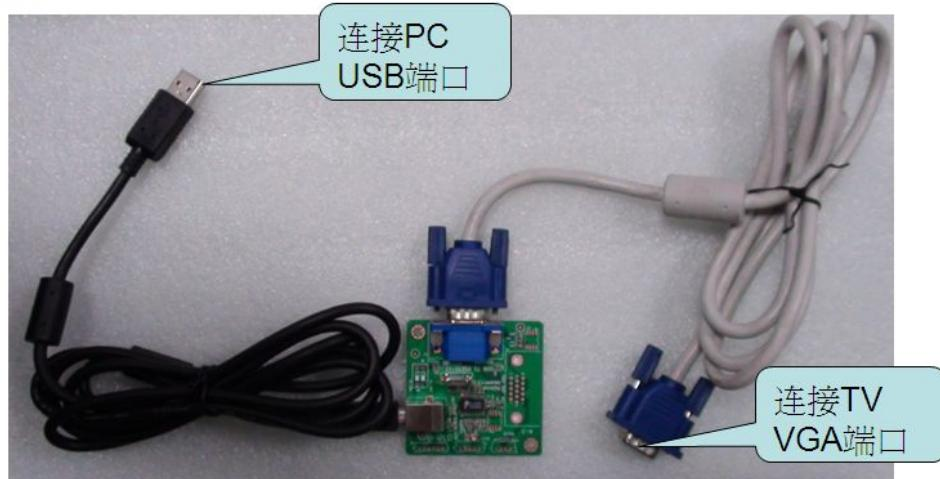

图 1.1
1.3、按图 1.1 连接烧录板，查看“我的电脑”——“属性”——“设备管理器”，确认 USB 驱动是否安装 OK，如“ports”有下红色框提示内容，代表 USB 数据线连接 OK，记下该串口的 COM 口号；如无此提示内容，请重新安装“PL-2303 Driver Installer.exe”。